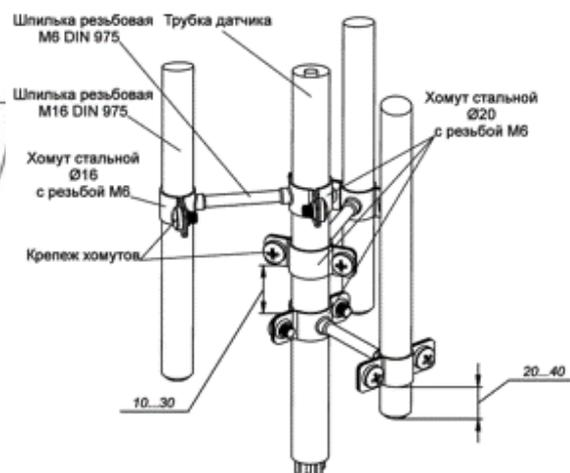

Рисунок 35
8. Собрать стальные хомуты согласно рисунку (Рисунок 35).